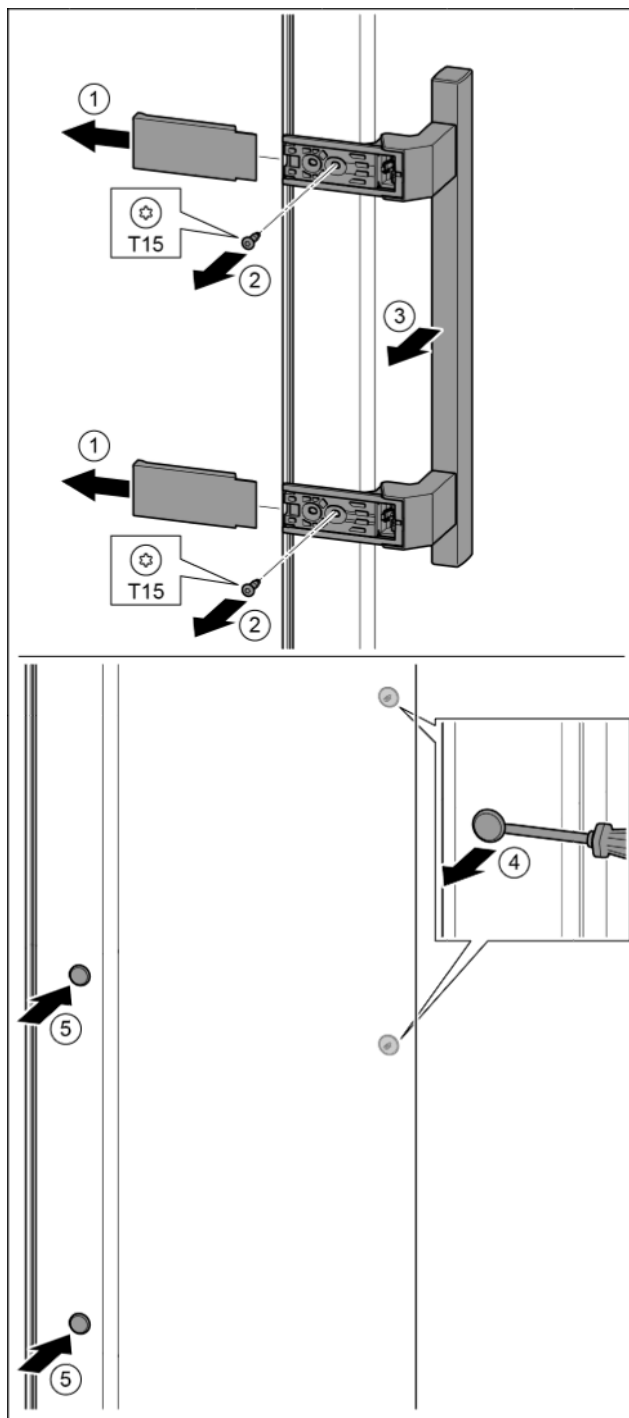

Fig. 34
- ▶ Снять крышку. Fig. 34 (1)
- ▶ Выкрутить винты отверткой T15. Fig. 34 (2)
- ▶ Снять ручку. Fig. 34 (3)
- ▶ Осторожно приподнять шлицевой отверткой боковые заглушки и вынуть их. Fig. 34 (4)
- ▶ Заглушки снова вставить с другой стороны. Fig. 34 (5)